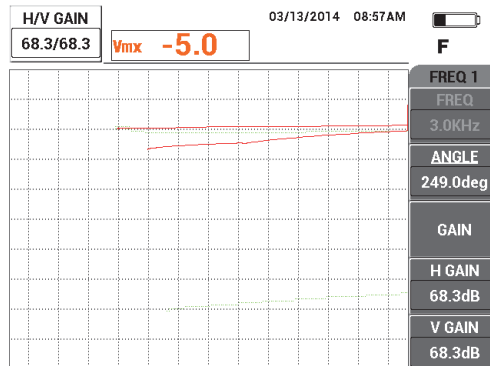

Abbildung 5-104 Einstellen der Verstärkung für FREQ 1
8. Drücken Sie die Direktzugriffstaste GAIN (**dB**) und erhöhen Sie Verstärkung von Frequenz 1 bis sich das Signal an Position 2 befindet, also bei 20 % der Bildschirmhöhe (siehe Abbildung 5-104 auf Seite 216).